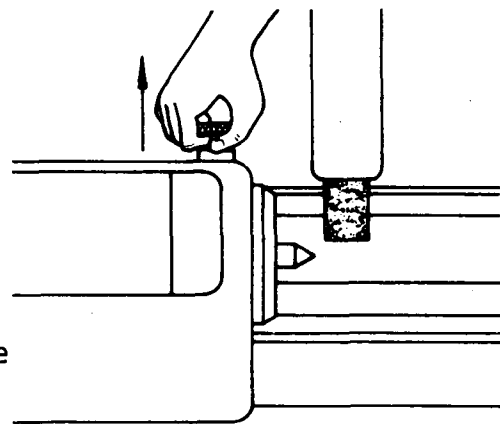

Fig. 2
- b Destrave o eixo principal (fig.2).